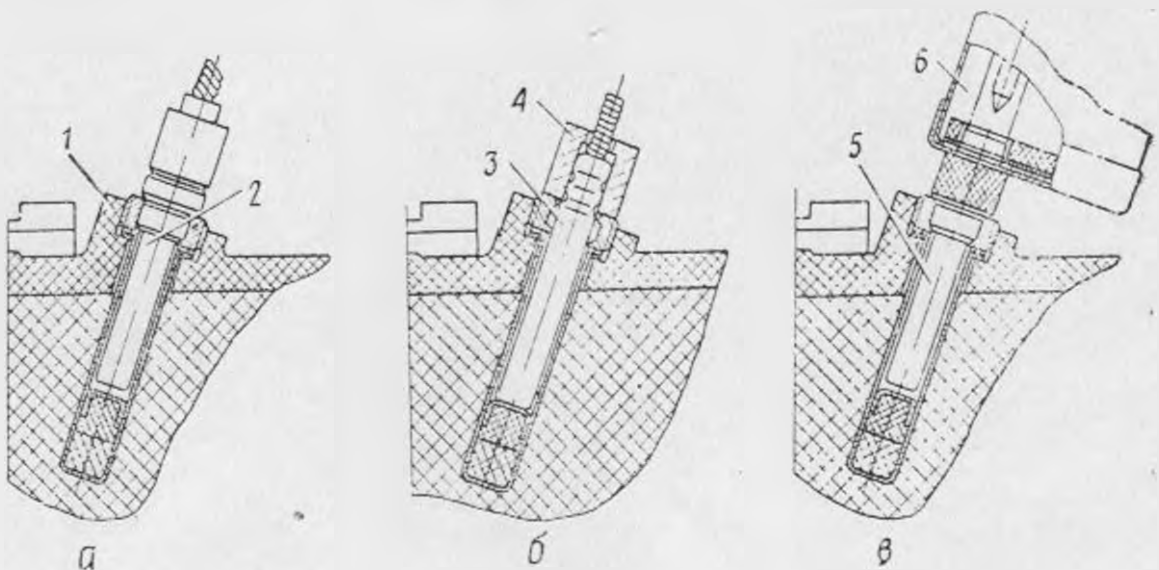

Рис. 7. Установка в мину:
- ввинтить в запальное гнездо электродетонатор ЭДП-р (ЭДП) или запал МД-5М (рис. 7);